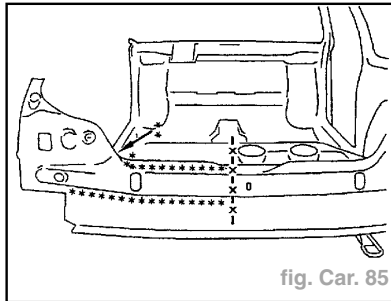

fig. Car. 85
- Panneau AR : tracer puis découper à l'aide d'une scie (fig. Car. 85).